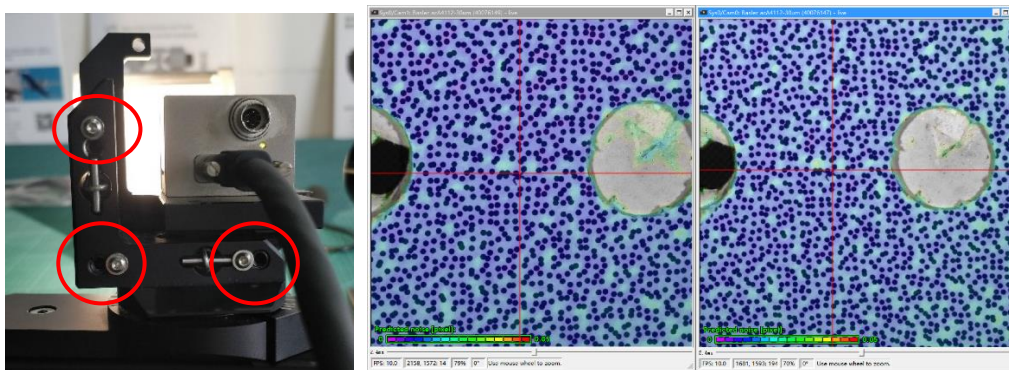

图 12
- 4、在十字线的帮助下尽量使 2 个相机的中心位置对在一个点上，可以通过调节镜头座的微调旋钮来对中。如图 12 所示。